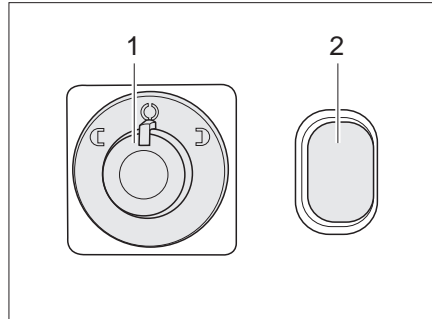

Fig. 24 Commutateur pour rétroviseurs extérieurs à réglage électrique et leur chauffage
- Sélectionner le rétroviseur qui doit être réglé. Pour ce faire, tourner l'interrupteur tournant (Fig. 24,1) vers la gauche ou la droite.
- Régler le rétroviseur en appuyant sur l'interrupteur (Fig. 24,1) dans la direction correspondante.
- Appuyer sur l'interrupteur (Fig. 24,2). Le voyant de contrôle de l'interrupteur signale la marche.